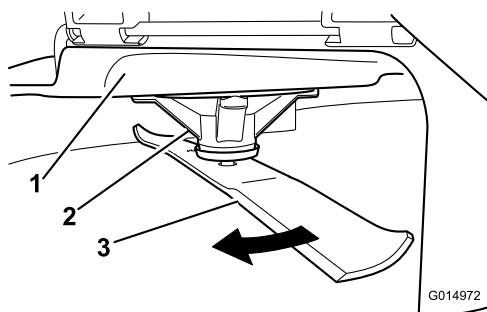

Figura 72
2. Llevando guantes fuertemente acolchados u otro tipo de protección apropiada para las manos, gire lentamente la cuchilla hasta una posición que permita medir la distancia entre el filo de corte y la superficie nivelada en la que descansa la máquina (**Figura 72**).